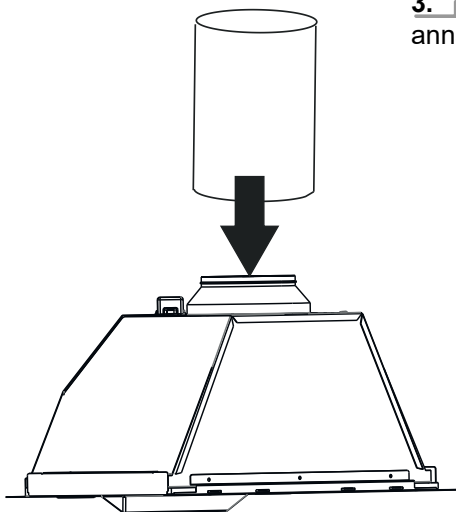

Fig. 9
3. ➤ Trä nu utsugskanalen över stosen och spänn fast denna då den annars kan hoppa då fläkten går på max hastighet (Fig. 9).